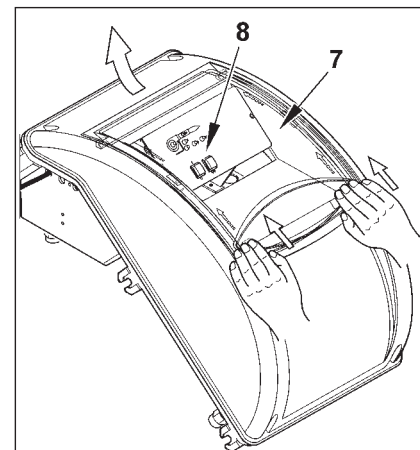

Рис. 4
- Чтобы снова закрыть крышку электрической панели, ввинтить 4 винта (1) с моментом затяжки примерно 5 Н·м для обеспечения надлежащей герметичности. Теперь можно получить доступ к блоку управления (8). Для этого отцепите прозрачное окошко (7) лёгким надавливанием руки в направлении стрелок, как показано на рис. 4. Подождите, пока окошко немного не сдвинется, а после этого снимите его с крышки.